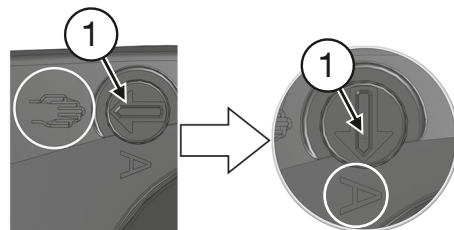

Fig. 18
1. Svitare la boccola (1) e il tappo in ottone (3) con l'aiuto di due chiavi (dimensione 36mm) e rimuoverli dal corpo valvola (fig. 17). La boccola (1), il mandrino della valvola miscelatrice (2) e il tappo in ottone (3) ora sono stati rimossi (fig. 18)